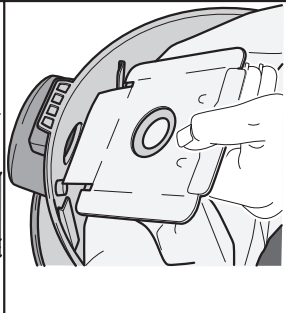

Fig. 2
- Controllare che all'interno dell'apparecchio sia montato il sacchetto in carta (3 Fig. 2).
- Se il sacchetto in carta (3 Fig. 2) non è presente, montarlo inserendo la parte quadrata rigida in cartone nella sede ricavata sul fusto.